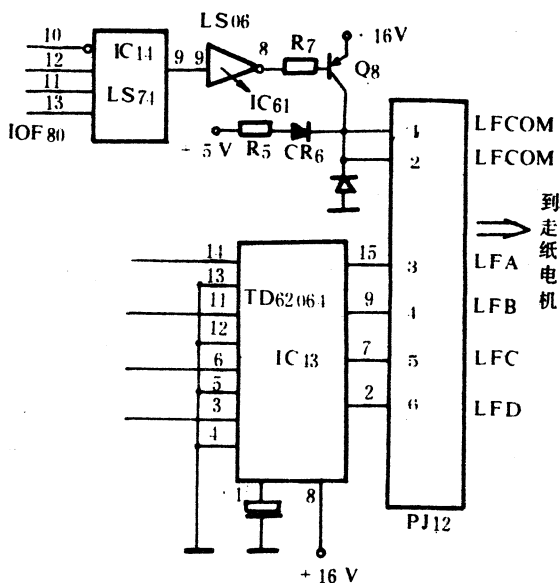

图 2-20 走纸步进电机电路图
**故障现象** 刚打开电源开关时,自检、打印均正常;当工作一段时间后,打印机不走纸,打印字迹成一条黑印,用手触摸走纸电机(LFTOMOTOR)和电机驱动集成块 IC40(62064),发现温度过高(如图 2-20 所示)。
当 Q8 的 C、E 极被击穿后，+16V 电压则一直加在步进电机上，使电机一直工作在高电压状态下，从而使走纸步进电机和驱动集成块 IC14 过热，因而产生该故障。根据图 2-20，用万用表测量走纸电机的接插口 PJ12 上电压，发现 PJ12 的 1、2 端 LFCOM 的电压为 +16V，检测三极管 Q8，发现 Q8 的 C、E 极被击穿，更换 Q8，打印机工作正常。